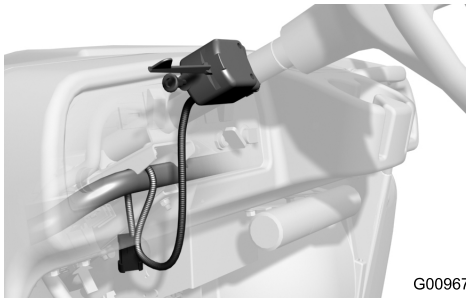

Figura 19
- 4. Pase el arnés de cables del controlador de los intermitentes por debajo del salpicadero y por encima el tubo de refuerzo (Figura 19).